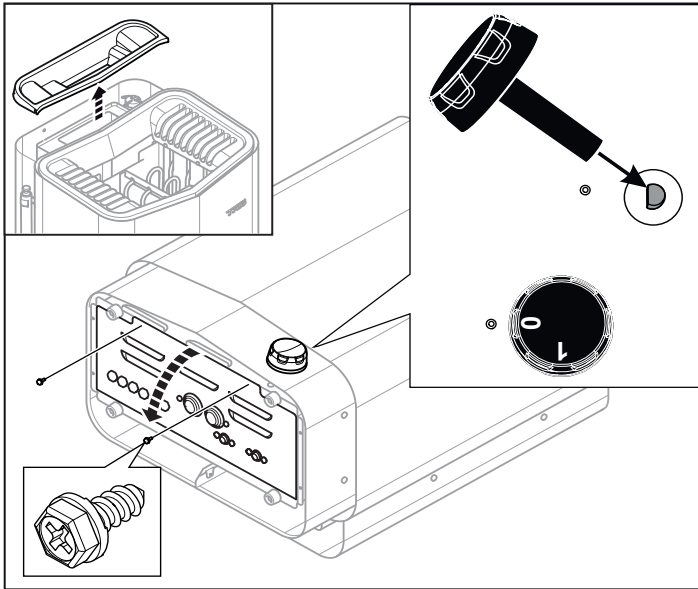

Abbildung 9: Abnehmen/Anbringen der Abdeckung
2. Entfernen Sie die Abdeckung des Wasserbehälters und legen Sie die Heizung so auf den Boden, dass die Vorderseite nach oben zeigt. Wählrad montieren (siehe Abbildung 9).
3. Drehen Sie die Schrauben heraus und entfernen Sie die Abdeckung (siehe Abbildung 9).
8. Montieren Sie die Abdeckung und ziehen Sie die Schrauben fest (siehe Abbildung 9).